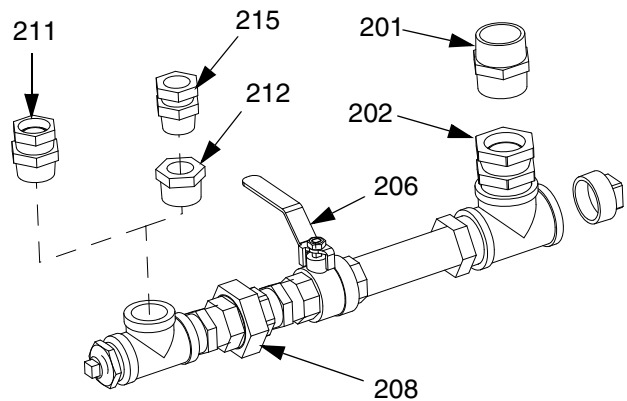

ABB. 29: Materialauslassgruppe
3. Drehgelenkfitting (202) trennen Siehe ABB. 29.
4. Ist Transferpumpe (H) oder Rührwerk (J) am Trichter befestigt:
5. Bolzen (107) und Unterlegscheiben (110) unten aus Befestigungshalterung (101) entfernen.